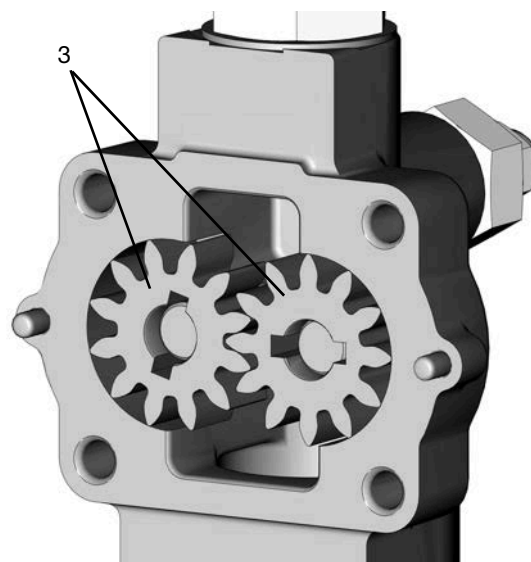

FIG. 27
17. Retire la junta tórica (5) (FIG. 27).
18. Retire los dos engranajes de la bomba (3) (FIG. 27).
19. Inspeccione la cavidad de la bomba y los engranajes de la bomba (3) en busca de daños o desgaste excesivo. Si hay daños o desgaste, sustituya el conjunto del alojamiento de la bomba. Si no hay ninguno de los dos, limpie la cavidad de la bomba y los engranajes (3) (FIG. 27).
1. Coloque los engranajes de la bomba (3) en la cavidad de esta, asegurándose de que giren libremente (FIG. 27).